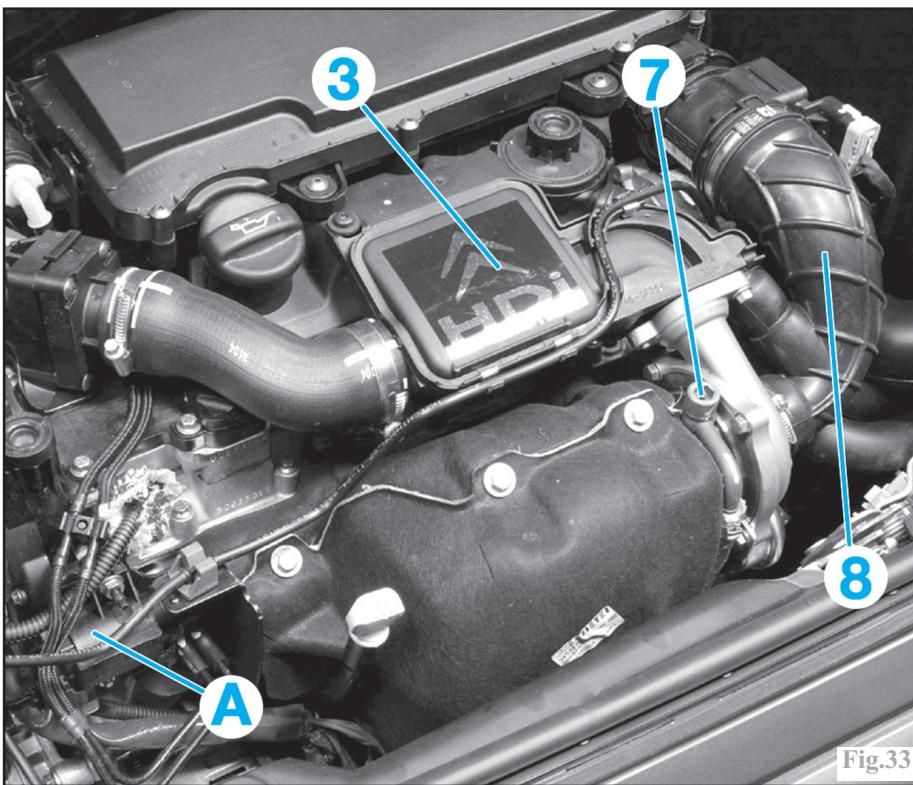
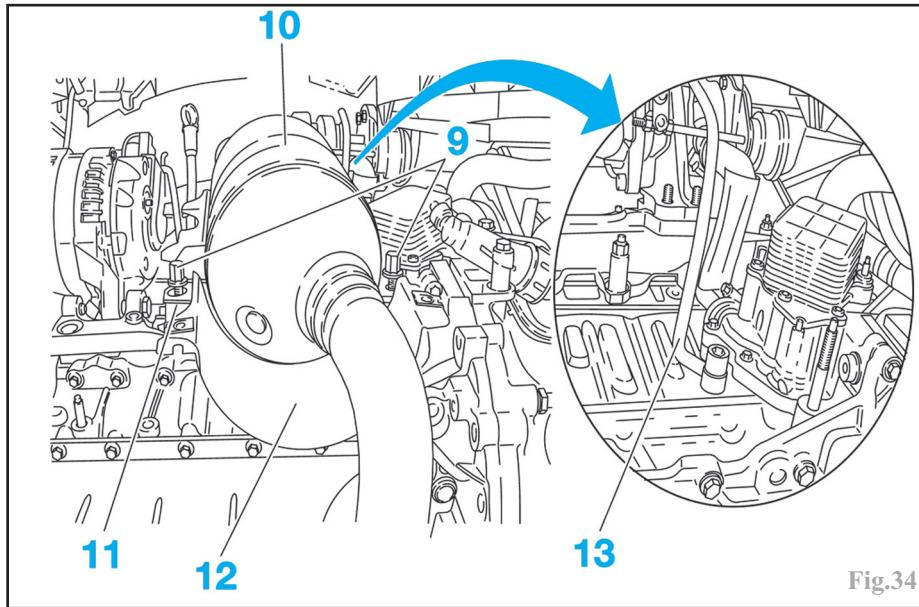

Fig.33
Fig.34
- le boîtier complet de filtre à air (3).
- le résonateur d'admission d'air (4).
- l'isolant thermique du catalyseur et du turbocompresseur (5).
- la durit supérieure du vase d'expansion (6).
- le raccord (7) d'alimentation en huile du turbocompresseur avec ses deux joints (Fig.33).
- le conduit d'air (8) entre le turbocompresseur et le boîtier de filtre à air.
- les deux vis (9) de fixation du catalyseur au bloc-moteur (Fig.34).
- le catalyseur (10).
- le demi-collier / entretoise (11) sous le catalyseur.
- l'isolant thermique (12) du catalyseur et du turbocompresseur.
- le raccord et le tube (13) d'alimentation en huile du turbocompresseur sur le bloc-cylindres avec ses deux joints.
- l'électrovannes EGR (A) du moteur (Fig.33).
- le raccord d'huile (7) sur le turbocompresseur (Fig.33).